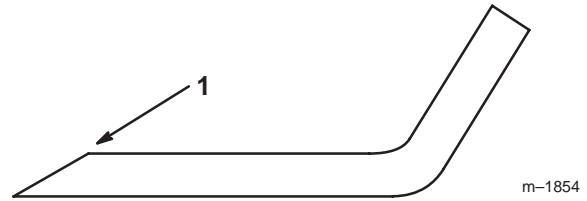

Figure 14
1. Au moyen d'une lime, aiguiser les tranchants aux deux extrémités de la lame (Fig. 14) en veillant à conserver l'angle de coupe d'origine. Limez la même quantité de métal sur chacun des deux tranchants pour ne pas déséquilibrer la lame.